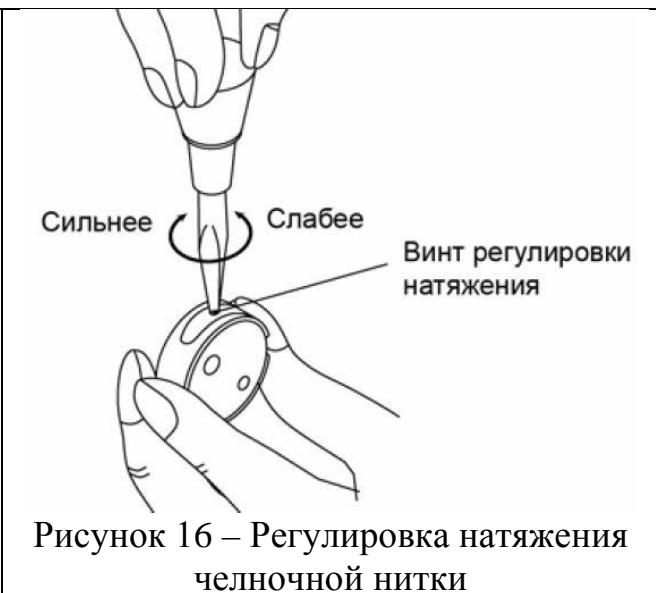

Рисунок 16 – Регулировка натяжения челночной нитки
*Регулировка натяжения челночной нитки.* При вращении регулировочного винта (рисунок 16) на шпульном колпачке по часовой стрелке натяжение челночной нитки возрастает и наоборот.